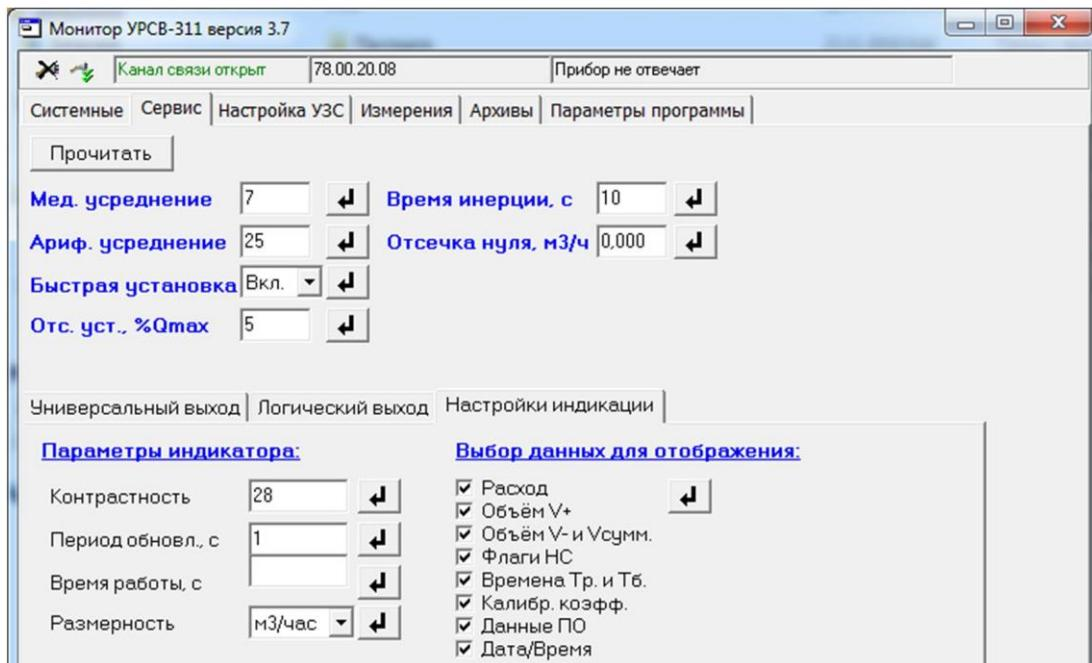

Рис.10. Вид вкладки «Сервис».
- 4.1.3. На вкладке **Сервис** (рис.10) возможна настройка параметров обработки УЗС, установка значения контрастности и времени работы ЖКИ, выбор размерности измеряемого расхода, а также выбор данных, которые будут отображаться на индикаторе расходомера.